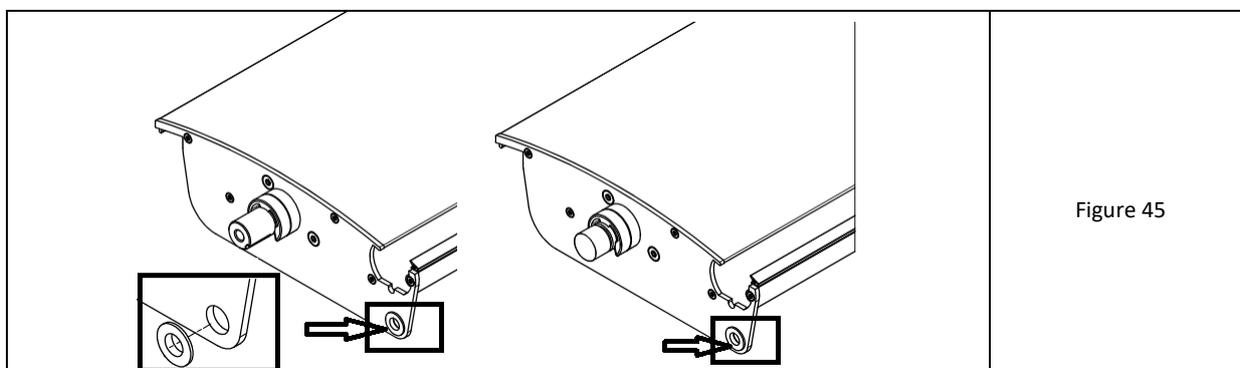

Figure 45
4. Placer de petites bagues collectrices en plastique dans les trous du coin inférieur des bouchons depuis l'extérieur. (Fig.45). Les tiges de la lame ne sont pas munies d'anneaux d'écartement